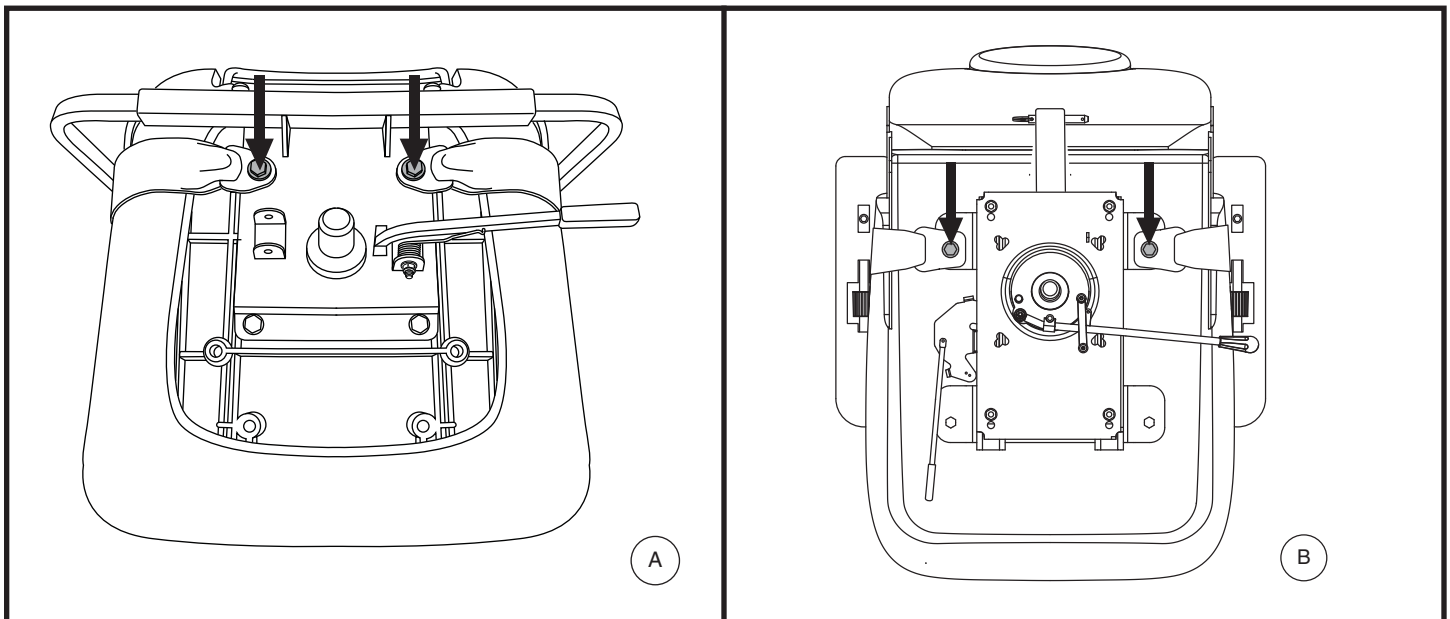

Abb. 19. Befestigungsschrauben des Rückhaltegurts
2. Sitz umdrehen, um die Unterseite einzusehen. **Siehe Abb. 19.**